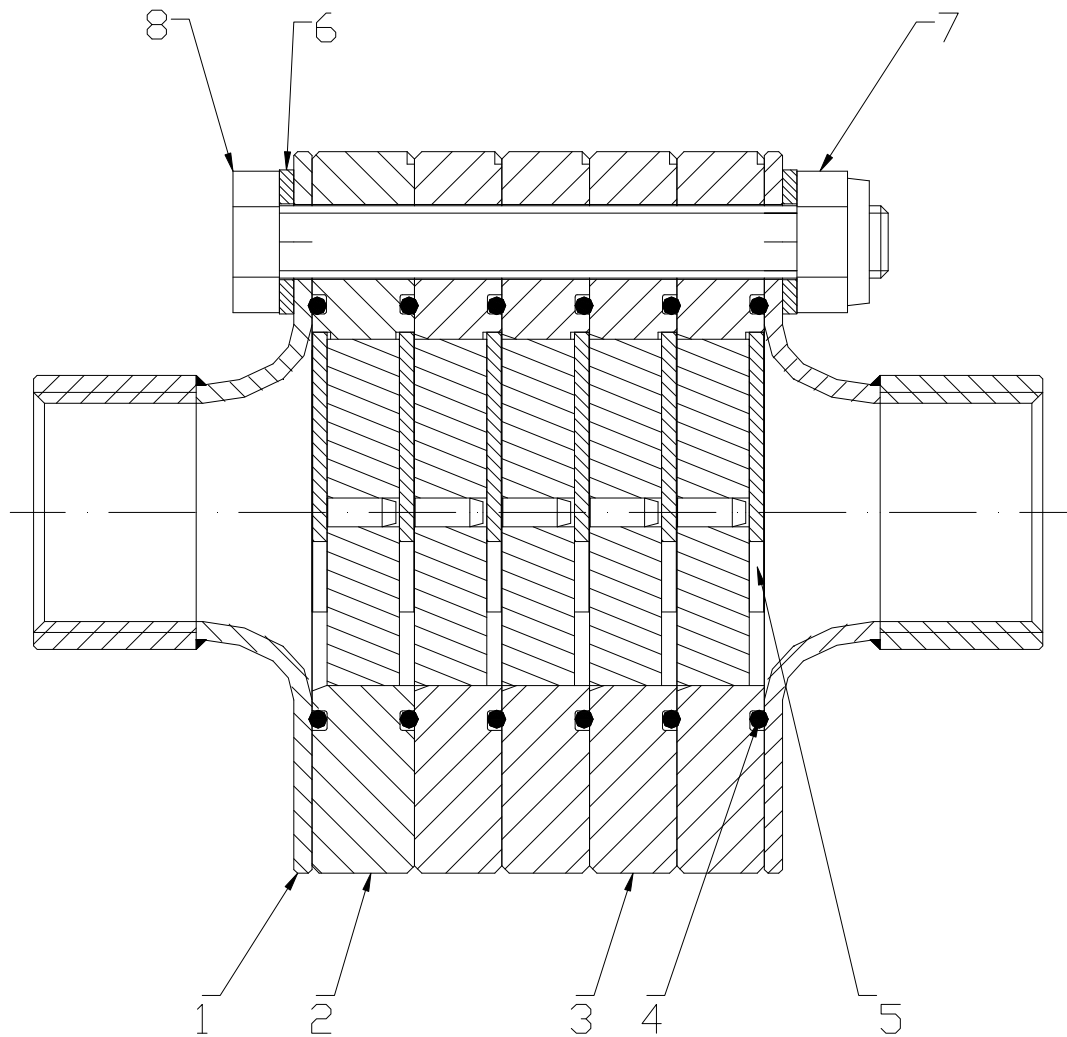

Bild 1
(Siehe Bild 1)
Die Bandsicherung (Pos.2) zuerst auf ein Gehäuse (Pos.1) auflegen, um die Abdichtung am Gehäuse und der folgenden Bandsicherung (Pos.3) sicherzustellen. (Siehe Bild 1).
- Bestellnummer (Position siehe **Bild 1**)